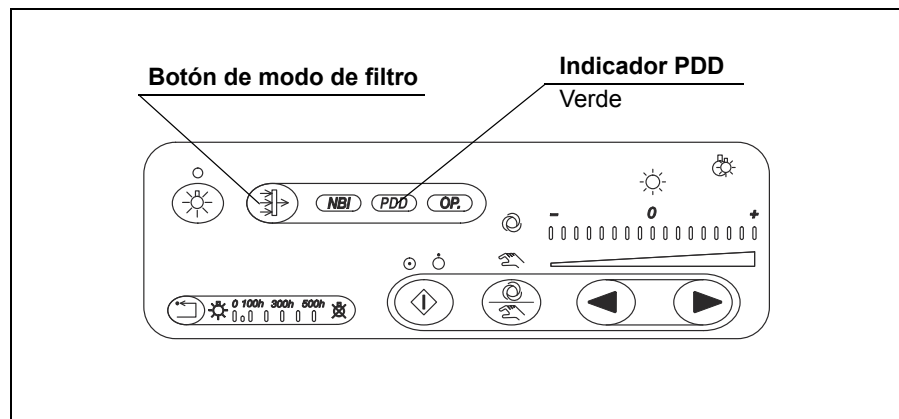

Figura 4.13
1. Compruebe que el botón de modo de filtro está iluminado y que el indicador "PDD" se ilumina en color verde (véase la figura 4.13).
2. En la figura 4.13, el modo de observación normal está activado.